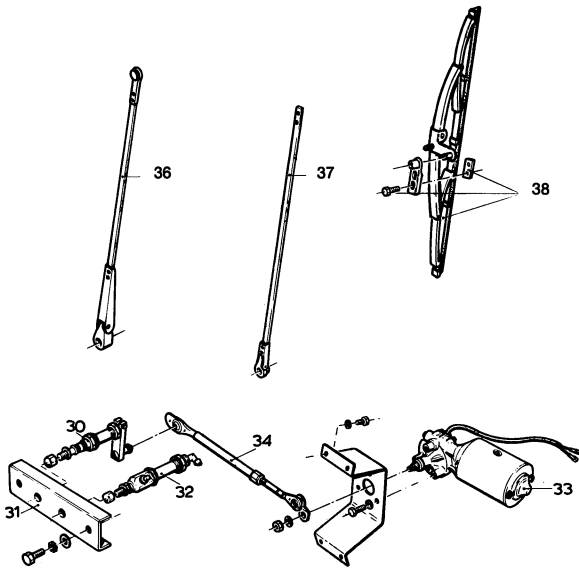

Fig. 19.
1. Monteer de tandemas (30), de geleidepen (32) en de afdekplaat (31) (fig. 19 en 20).
5. Bevestig de ruitewissermotor (33) aan de ophangsteun (fig. 19 en 20). Voor de afstelling van de ruitewissermotor raadplege men hoofdstuk 5 van de werkplaatsinstructies.
6. Bevestig de verbindingsstang (34) aan de kruk van de ruitewissermotor en monteer het geheel tegen het schutbord (fig. 19 en 20).
7. Breng de geleidingsarm (37) aan op de geleidepenen. Zet de wisserarm (36) los op de tandemas en monteer het wisserblad (fig. 19 en 21).
1. Poser la tige d'épaulement (30), l'axe-guide (32), la tôle de fermeture (31) (fig. 19 et 20).
5. Fixer le moteur de l'essuie-glace (33) sur le support (fig. 19 et 20). Pour la mise au point du moteur, veuillez consulter le chapitre 5 des instructions d'atelier.
6. Poser la tringle de liaison (34) sur la manivelle du moteur, et installer l'ensemble sur le tablier (fig. 19 et 20).
7. Accoupler la tige de guidage (37) à l'axe-guide. Poser le bras porte-balais (36) sur la tige d'épaulement, et poser le balais (fig. 19 et 21).